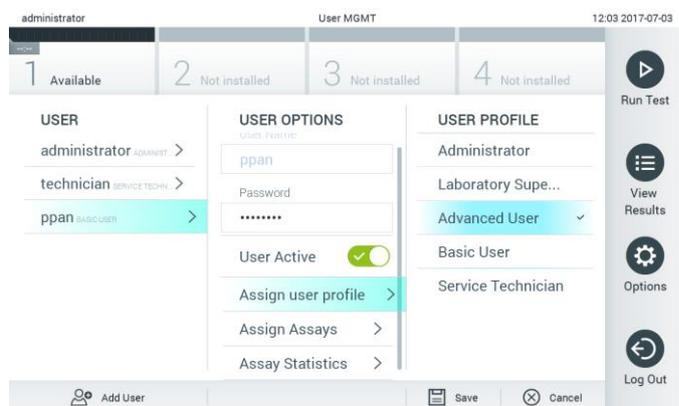

Рис. 49. Назначение пользователям профилей.
- **Assign User Profile** (Назначить профиль пользователя): Позволяет назначить пользователю новый профиль (напр., «Administrator» (Администратор), «Laboratory Supervisor» (Руководитель лаборатории), «Advanced User» (Продвинутый пользователь), «Basic User» (Пользователь базового уровня)). Выберите нужный профиль пользователя в списке в правой части области содержимого (рис. 49).